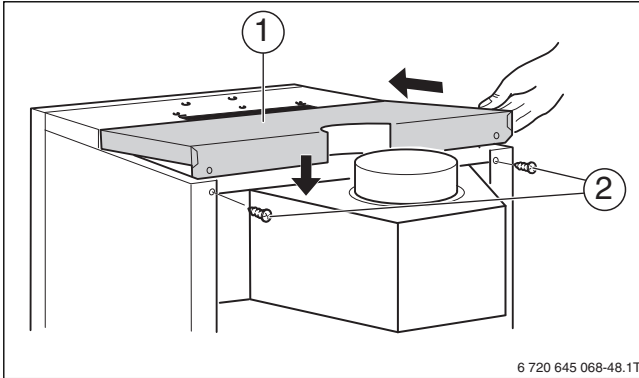

Рис. 26 Установка задней крышки котла
- ▶ Задвиньте заднюю крышку котла с язычками под переднюю крышку и нажмите на неё сзади вниз (→ рис. 26).